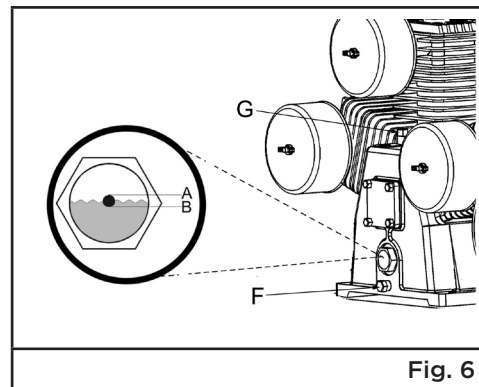

Fig. 6
1. Enlevez le bouchon d'huile (F) et vidangez l'huile jusqu'à ce qu'elle devienne une simple goutte. Fermez ensuite (fig. 6).
2. Ajoutez de l'huile à la pompe en retirant premièrement le bouchon du reniflard (G).
3. Ajoutez de l'huile (environ 1,18 L/40 oz) jusqu'à ce que le niveau observé par le voyant se situe entre les marques FULL (plein) (A) et ADD (ajouter) (B).